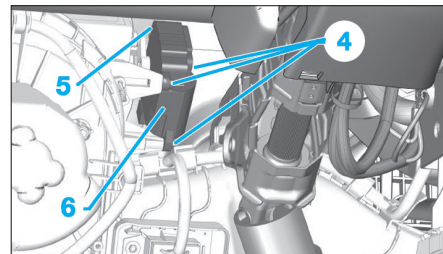

Fig. 37
- Déconnecter le connecteur du motoréducteur (5).
- les 3 vis (4) (Fig.37),
- le motoréducteur (6).